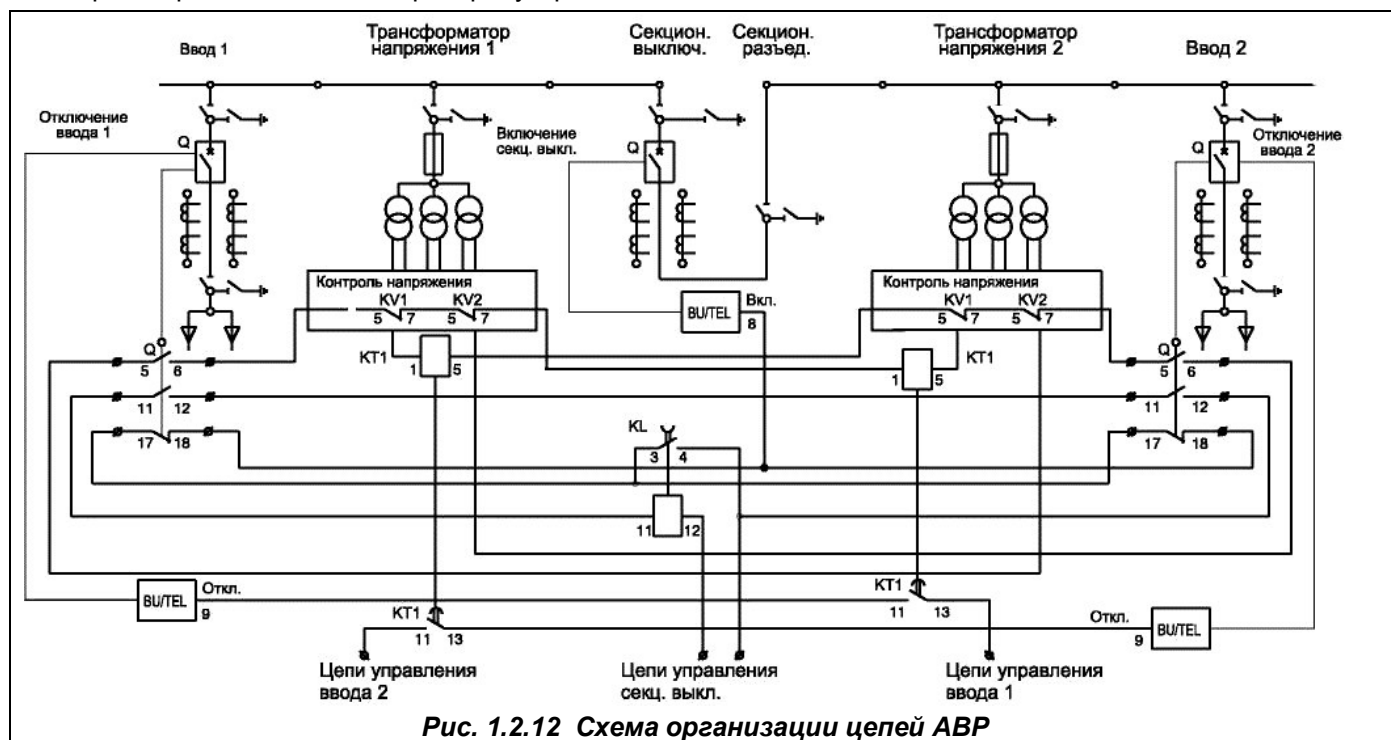

Рис. 1.2.12 Схема организации цепей АВР
12.11. АВР-10кВ. Схема организации АВР-10кВ на основе типового комплекта схем вспомогательных цепей приведена на рис. 1.2.12.